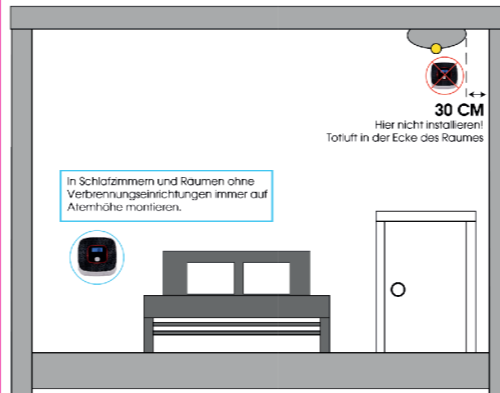

Abbildung 2
- 2) Nicht an der Decke oder zu Nahe an der Wand installieren (siehe Abbildung 2).